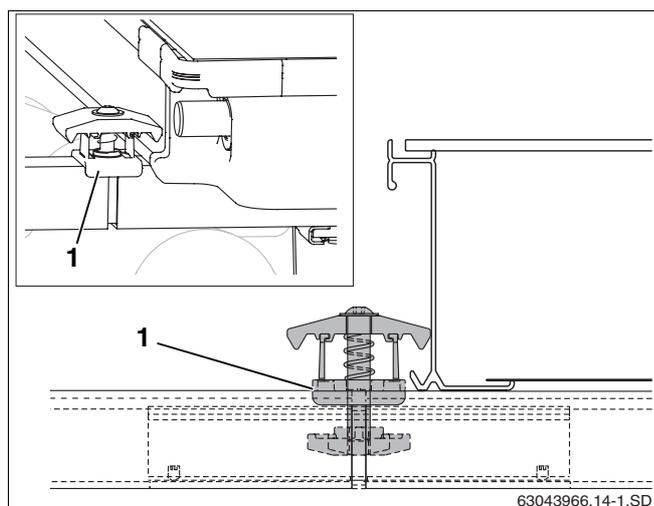

Рис. 44 Установка двухсторонних зажимов
- Установить двухсторонний зажим гайкой вниз в отверстие профильной рейки и соединительной вставки так, чтобы пластмассовая распорка (рис. 44, поз. 1) охватывала профильную рейку.